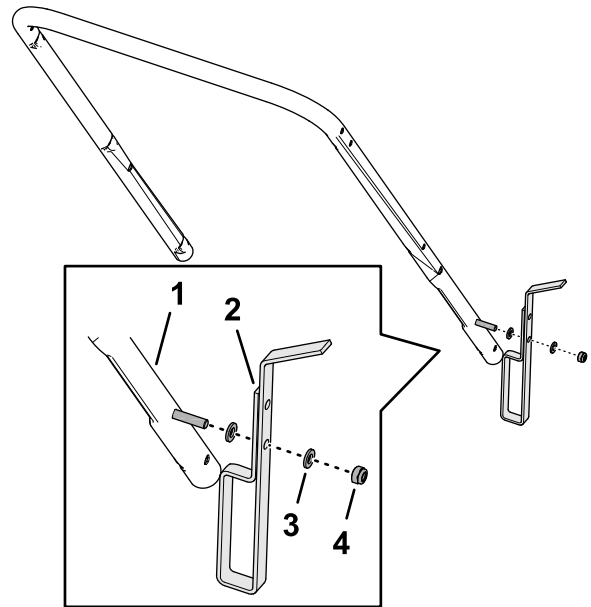

Figure 4
2. Alignez le trou dans la cale au pied et le boulon dans la partie inférieure du guidon (Figure 4).